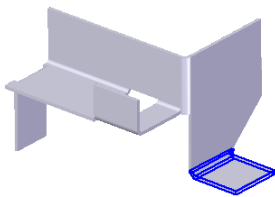
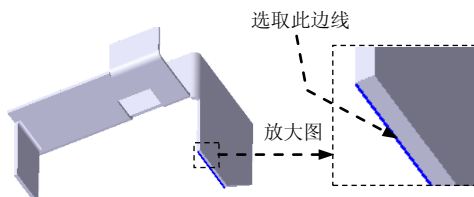
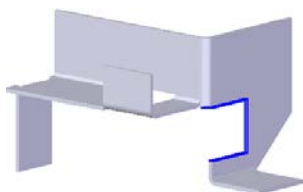
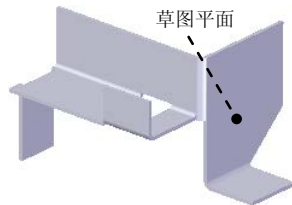

图 5.8.22 弯边特征 5
图 5.8.23 定义附着边
图 5.8.24 法向除料特征 2
图 5.8.25 定义草图平面
Step9. 创建图 5.8.22 所示的弯边特征 5。
- (1) 选择命令。单击“主页”功能选项卡“钣金”工具栏中的“弯边”按钮.
- (2) 定义附着边。选取图 5.8.23 所示的模型边线为附着边。
(3) 定义弯边类型。在命令条中单击“完全宽度”按钮；在“距离”文本框中输入值 15，在“角度”文本框中输入值 90，单击“内部尺寸标注”按钮和“外侧折弯”按钮；定义弯边侧方向如图 5.8.22 所示。
- (4) 单击“完成”按钮，完成特征的创建。
Step10. 创建图 5.8.24 所示的法向除料特征 2。
(1) 选择命令。在“主页”功能选项卡“钣金”工具栏中单击“打孔”按钮，选择“法向除料”命令.
(2) 定义特征的截面草图。
① 选取草图平面。在系统“单击平的面或参考平面。”的提示下，选取图 5.8.25 所示的模型表面为草图平面。